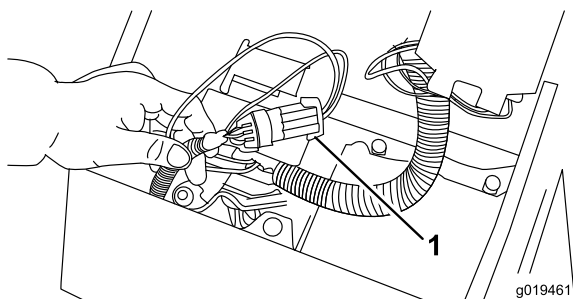

Figura 41
2. Abra a tampa do painel de controlo. Localize o conector dos fios e do circuito. Com cuidado, desligue o conector do circuito do conector dos fios (Figura 41).